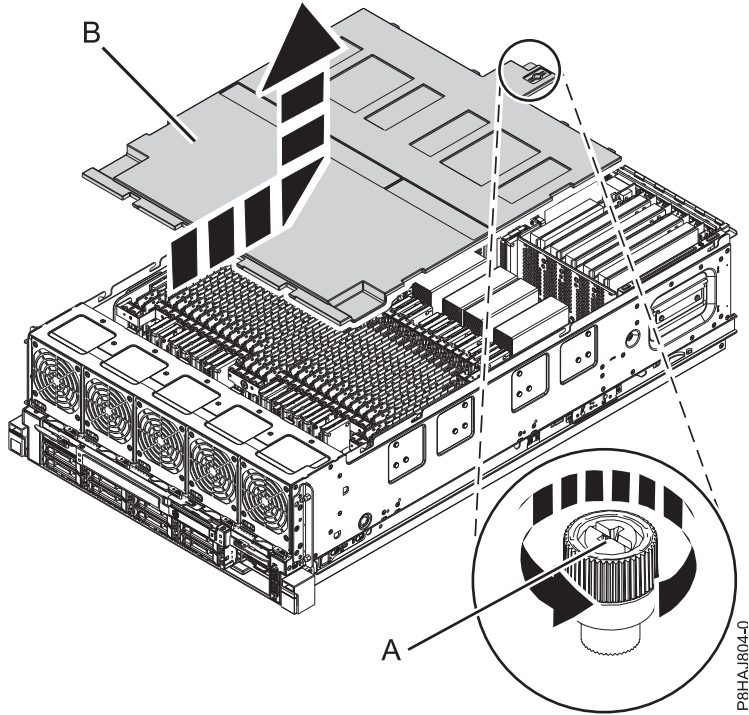

Figura 41. Extracción de la cubierta de seguridad
2. Afloje el tornillo de mano (A) situado en la parte posterior de la cubierta, girándolo en la dirección que se muestra en la Figura 41 en la página 52.
3. Deslice la cubierta de seguridad (B) hacia la parte posterior del sistema. Cuando la parte frontal de la cubierta se haya separado del reborde superior del chasis, levante la cubierta hacia arriba y fuera del sistema.